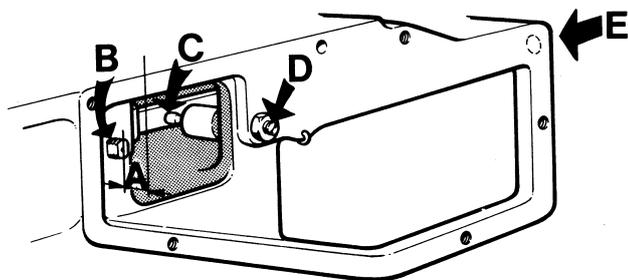

Figure 42. Mesurage du déplacement de la tige de réglage, MD3B
2. Mesurer la distance entre la surface de contact et la tige de réglage, lorsque cette dernière se trouve en position maxi. Remarque : Le dispositif de départ à froid ne doit pas être en fonction en cours de mesurage. Pour avoir la mesure correcte sur le MD3B, il faut commencer par faire venir de l'air comprimé (environ 1 kg/cm²) par le raccord E, voir figure 42.
3. La différence entre les deux cotes relevées ci-avant doit être de 8,2±0,1 mm pour MD3B, de 8,6±0,1 mm pour MD2B et de 9,1±0,1 mm pour MD1B. Régler la course de déplacement de la tige de réglage en cas de nécessité en agissant sur la vis de réglage (D, figure 42).